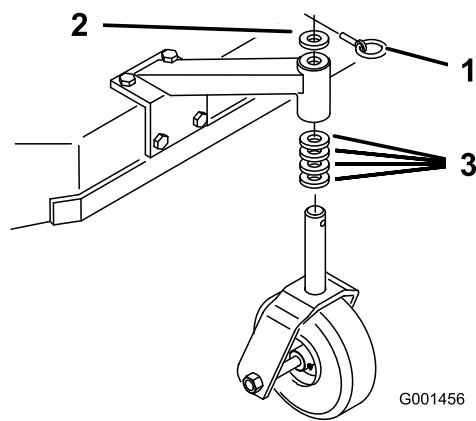

Bild 17
1. Stellen Sie die Distanzstücke des Laufrads mit der Schnitthöhentabelle entsprechend dem ausgewählten Achsenloch ein (Bild 17).
2. Entfernen Sie den Sperrstift, schieben Sie das Laufrad von der Stütze und ändern Sie die Distanzstücke (Bild 17).
3. Montieren Sie das Laufrad in der Stütze und setzen Sie den Sperrstift ein (Bild 17).